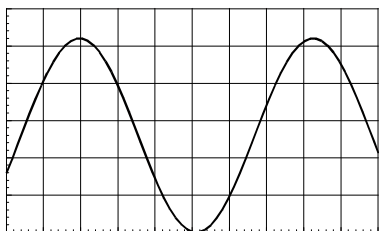

Рис. 4. Осциллограмма напряжения
**Пример.** На рис.4 приведена осциллограмма напряжения на экране осциллографа. Переключатель "Вольт/деление" на осциллографе находится в положении "0,2 В", переключатель "Время/деление" - в положении "0,2 мс". Необходимо найти амплитуду и период колебаний.